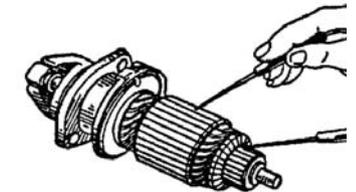

Рис. 5. Проверка обмотки якоря стартера на короткое замыкание с магнитопроводом
**Якорь.** Проверить с помощью прибора Э-236 или контрольной лампы отсутствие замыкания обмотки якоря на пакет якоря. Для этого подсоединить один конец к любому из ламелей якоря, а другой - к пакету железа якоря. Лампа при этом гореть не должна (рис. 5).